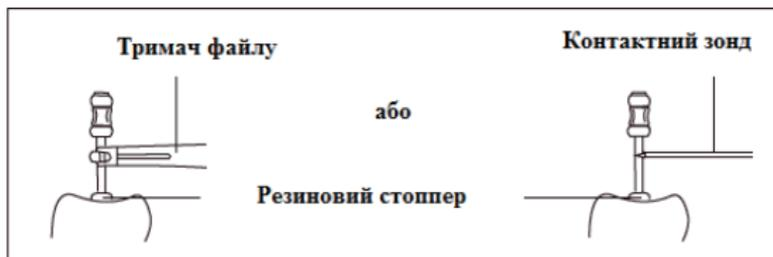

Рисунок 23
4.2.6 Cuando el localizador llegue al ápice, ajustar la pieza de goma en la lima de endodoncia al punto de referencia (filo incisal o filo de fosa), después tirar de la lima de endodoncia, medir la longitud entre la parte superior de la lima y la pieza de goma y ese valor es la longitud de trabajo del diente. Es posible usar la medición en lugar del clip del localizador, si se precisa medir los dientes traseros (Imagen 23).